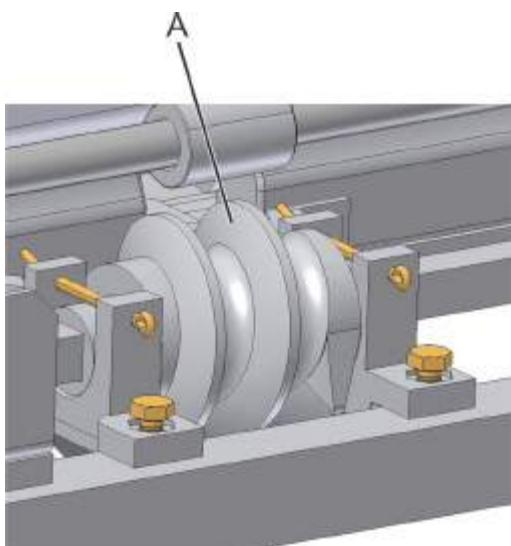
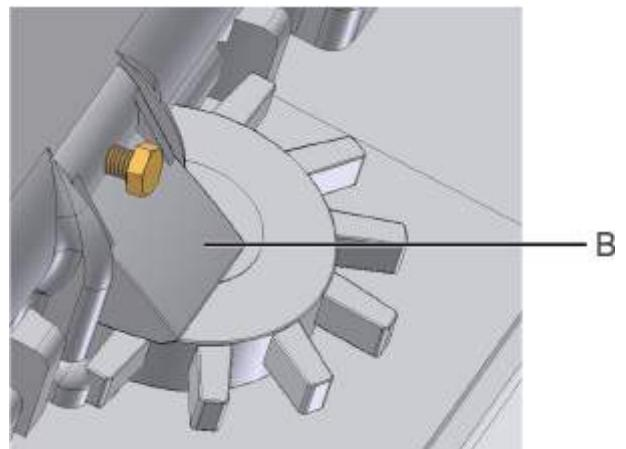

fig. 24
fig. 25
Para a cultura de milho, nas linhas onde os dosadores de adubo não estiverem sendo utilizados, retire os acionadores (A) (fig. 24), deixando os dosadores montados e com o regulador (B) (fig. 25) fechado para evitar o vazamento de adubo.